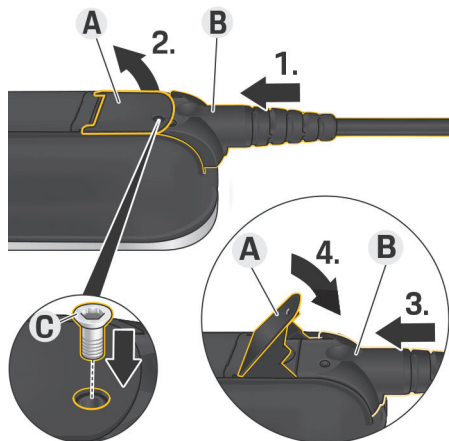

Fig. 236 Feste kabelen og pluggen
✓ Spaken **A** (Fig. 236) er lukket.
1. Skyv pluggen **B** (Fig. 236) inn i betjeningsenheten til du kjenner motstand.
2. Løft spaken **A** (Fig. 236).
3. Skyv pluggen **B** (Fig. 236) helt inn.
4. Lukk spaken **A** (Fig. 236).
5. Skru fast pluggen **B** (Fig. 236) i betjeningsenheten ved hjelp av skruen **C** (Fig. 236).